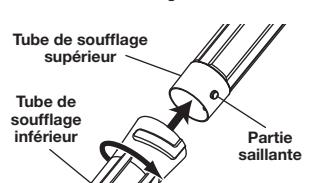

Fig. 2
- Alignez l'encoche sur l'extrémité supérieure du tube de soufflage inférieur avec la partie saillante sur l'extrémité du tube de soufflage supérieur (Fig. 2).
- Placez le tube de soufflage inférieur dans le tube de soufflage supérieur (Fig. 2).
- Pivotez le tube de soufflage inférieur vers la droite jusqu'à ce qu'il soit bien serré (Fig. 2).